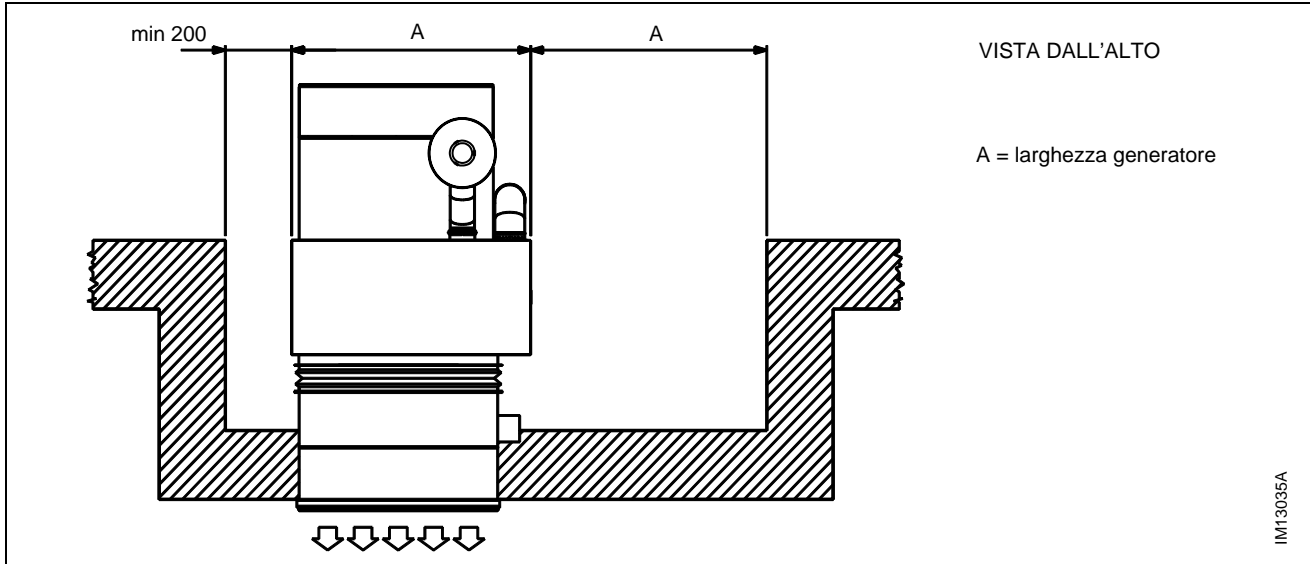

Figura 5 – DISTANZE DI RISPETTO PER LA MANUTENZIONE
- D) Al fine di agevolare la manutenzione si raccomanda di non installare il generatore all'interno di nicchie o in posizione di difficile accesso (vedi Figura 5).